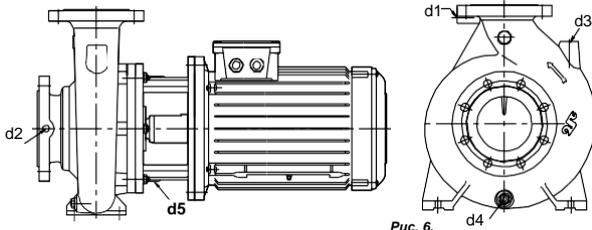

Рис. 6.
- Каждый насос обычно имеет отверстие с заглушкой на корпусе для опорожнения насоса и дренажную линию для удаления утечки из сальникового устройства (рис. 6). При необходимости опорожнение насоса и дренаж утечки через сальниковое уплотнение могут выводиться в соответствующий резервуар. Трубопровод опорожнения насоса должен иметь отсекающий кран, все вспомогательные трубопроводы и КИП должны подходить для максимального рабочего давления насоса.